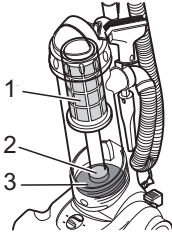

Abb. 19
- **Lamellen-Zentralfilter** (Abb. 19/1)
- **Motorschutzfilter**: unter dem Staubbehälter (Abb. 19/2)
- **Ausblasfilter**: unter dem Staubbehälter (Abb. 19/3).